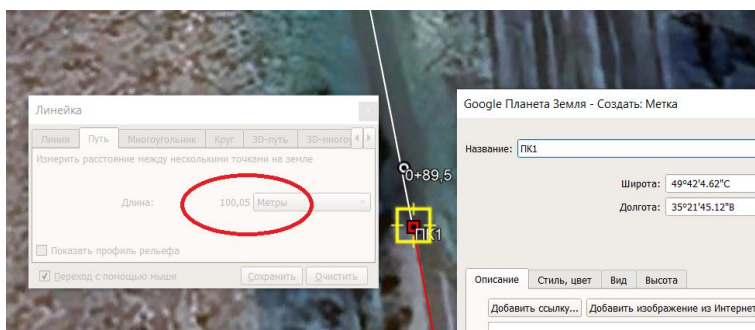

Рисунок 4 – Встановлення міток на пікетах
- не виходячи з меню «Лінійка» на вузлу полілінії ставимо мітку «ПК 1», далі ставимо вузол на відстані 200 м тощо, у вершинах кутів також робимо вершину кута (отримуємо ту ж трасу, але розбиту на пікети, рис. 4);